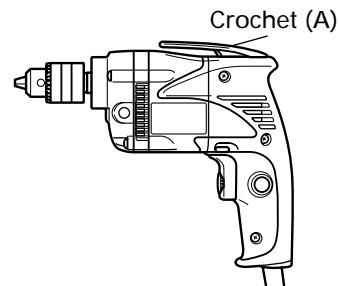

Fig. 8
### Crochet (A) (fixation supérieure) (Fig. 8)